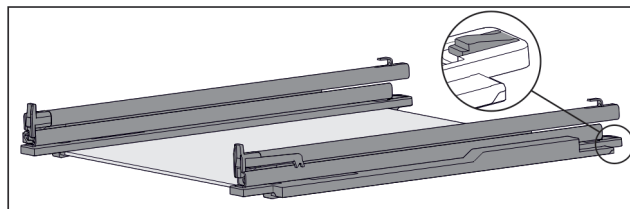

Fig. 197 Скляна пластина з рейками та деталями для підтримки
- Деталь для підтримки натиснути вниз (див. Fig. 197) і одночасно посунути рейку назад.